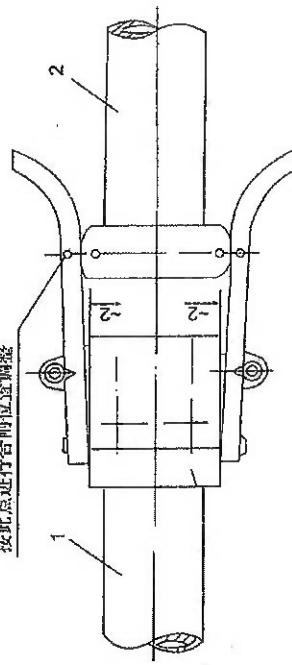

图1-12 左、右触头接触时状态
6、主闸刀处于合闸位置时触指离开定位板的间隙应均匀(如图1-12所示)约2毫米, 调整完毕后, 可将罩子重新罩上, 在母线拉力下, 左右触头允许偏离标记点10毫米(绝对值)。